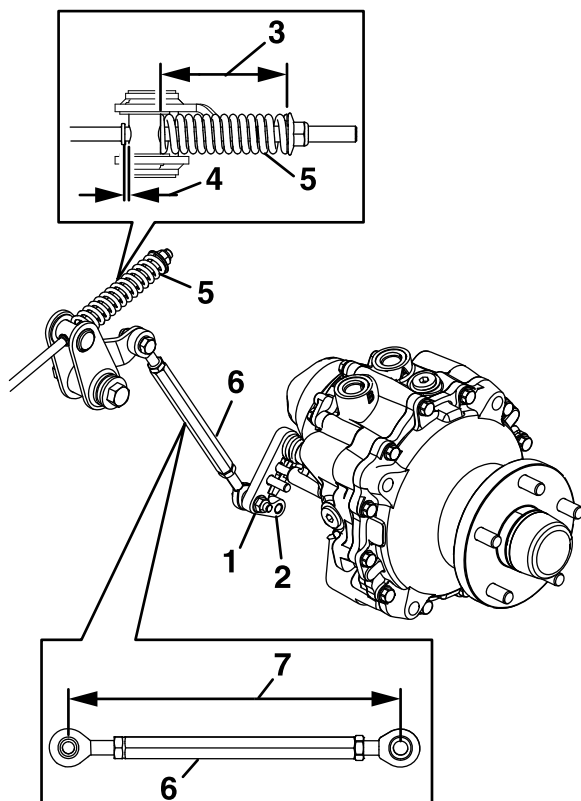

Figure 60
7. Mesurez la longueur de la biellette (Figure 60).
8. Mesurez la longueur du ressort (Figure 60).